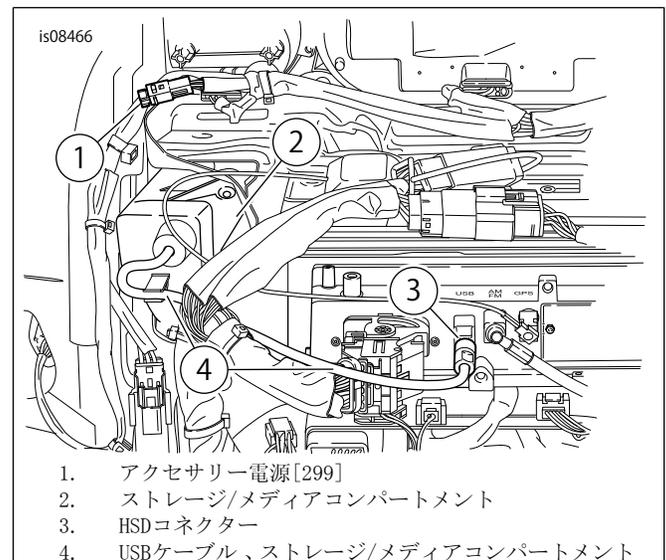
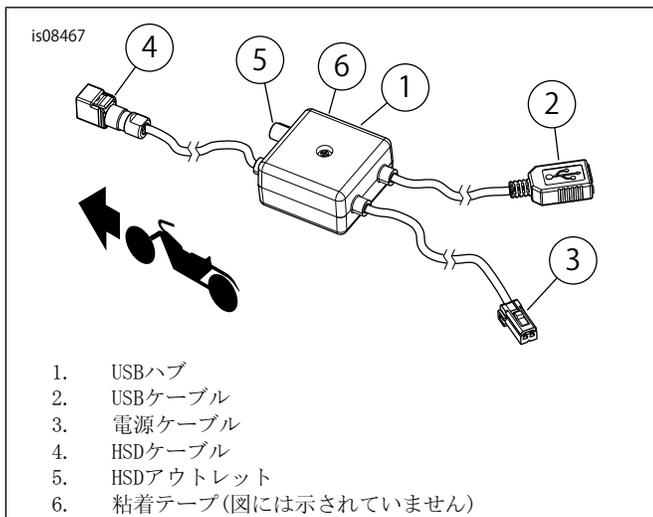

図1。USBハブの配線位置
図2。USBハブ配線図
1. 「図1」を参照してください。ラジオの背面にあるHSDコネクタ(3)からUSBケーブル(4)を取り外します。
2. 「図2」を参照してください。電源ケーブル(3)をアクセサリ電源[299](1、図1)に取り付けます。
3. HSDケーブル(4、図2)を、HSD接続(3、図1)に取り付けます。
4. USBケーブル(4、図1)を、HSDポート(5、図2)に取り付けます。
6. USBケーブル(2、図2)をフレームのトレーに沿って、フェンダーの上からツアーバックまたはサドルバッグの方へ取り回します。必要に応じ、ケーブルストラップで固定してください。
2. 既存の電源ポート配線の取り回しに従って、USBケーブル(2、図2)の取り回しを完了させます。